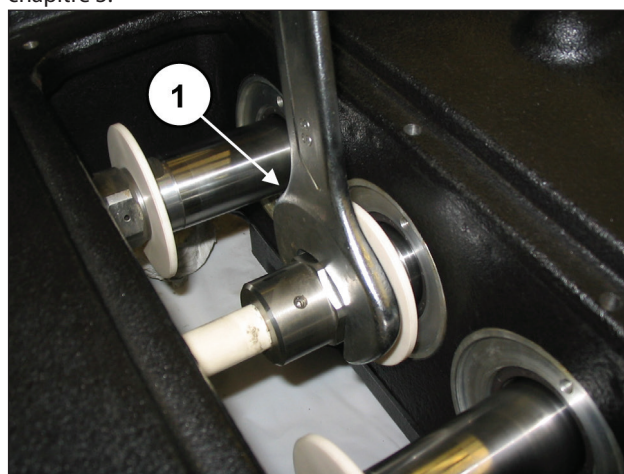

Fig. 101
Visser les trois pistons (rep. ①, Fig. 101) et régler à l'aide de la clé à fourche dynamométrique, en suivant les indications du chapitre 3.